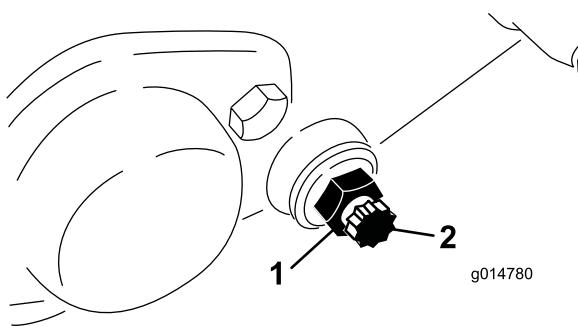

Figura 62
4. Retire cada perno, para poder tirar de la barra hacia abajo y retirarla de la máquina. Guarde las 2 arandelas de nylon y las 2 arandelas de acero troqueladas de cada extremo de la barra de asiento (Figura 62).
3. En cada lado de la máquina, afloje la contratuerca que fija el perno de la barra de asiento (Figura 62).